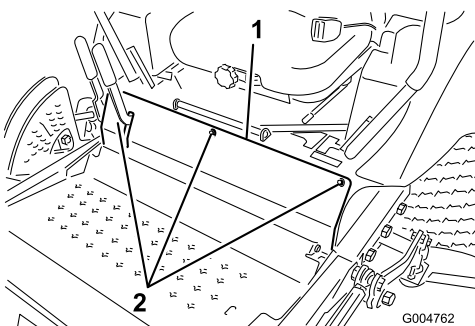

Bild 58
2. Nehmen Sie die Schrauben ab, mit denen die Frontplatte befestigt ist, und nehmen Sie sie ab (Bild 58).